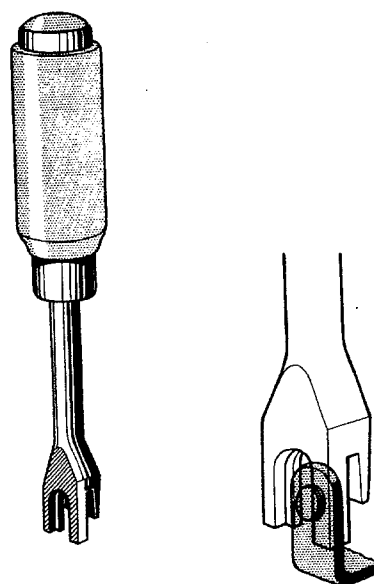

Fig 06-46. Justering av brytarkontakternas anliggning
5. Kontrollera att kontaktytorna då de är slutna ligger mitt för och parallellt med varandra. Justera endast den fasta kontakten. Skränkning görs med ett skränkverktyg, exempelvis Bosch V 424 eller liknande. Se fig 06-46.